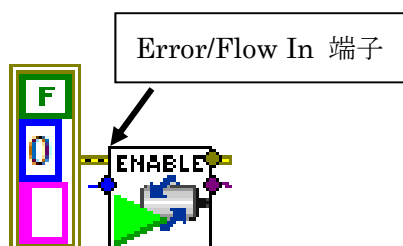

図9 定数ブロック(左)の作成
(3) 「TETRIX Enable DC Expansion Controller」ブロックの「Error/Flow In」端子を右クリックし、「作成」→「定数」を選択する。すると図9のように定数ブロックが追加される。